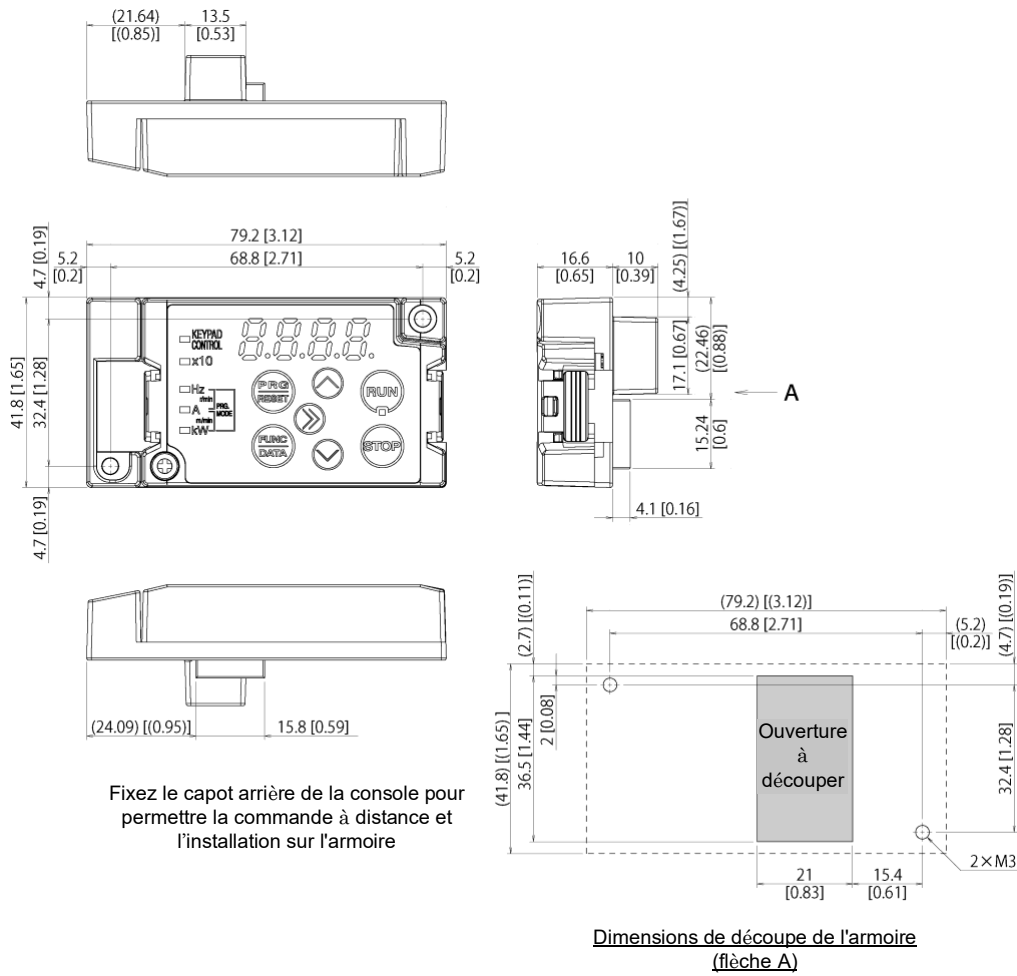

Figure 2.3-6 Emplacement des vis de fixation et dimensions de découpe de l'armoire
(3) Découpez l'armoire pour fixer la console, comme indiqué sur la figure 2.3-6.